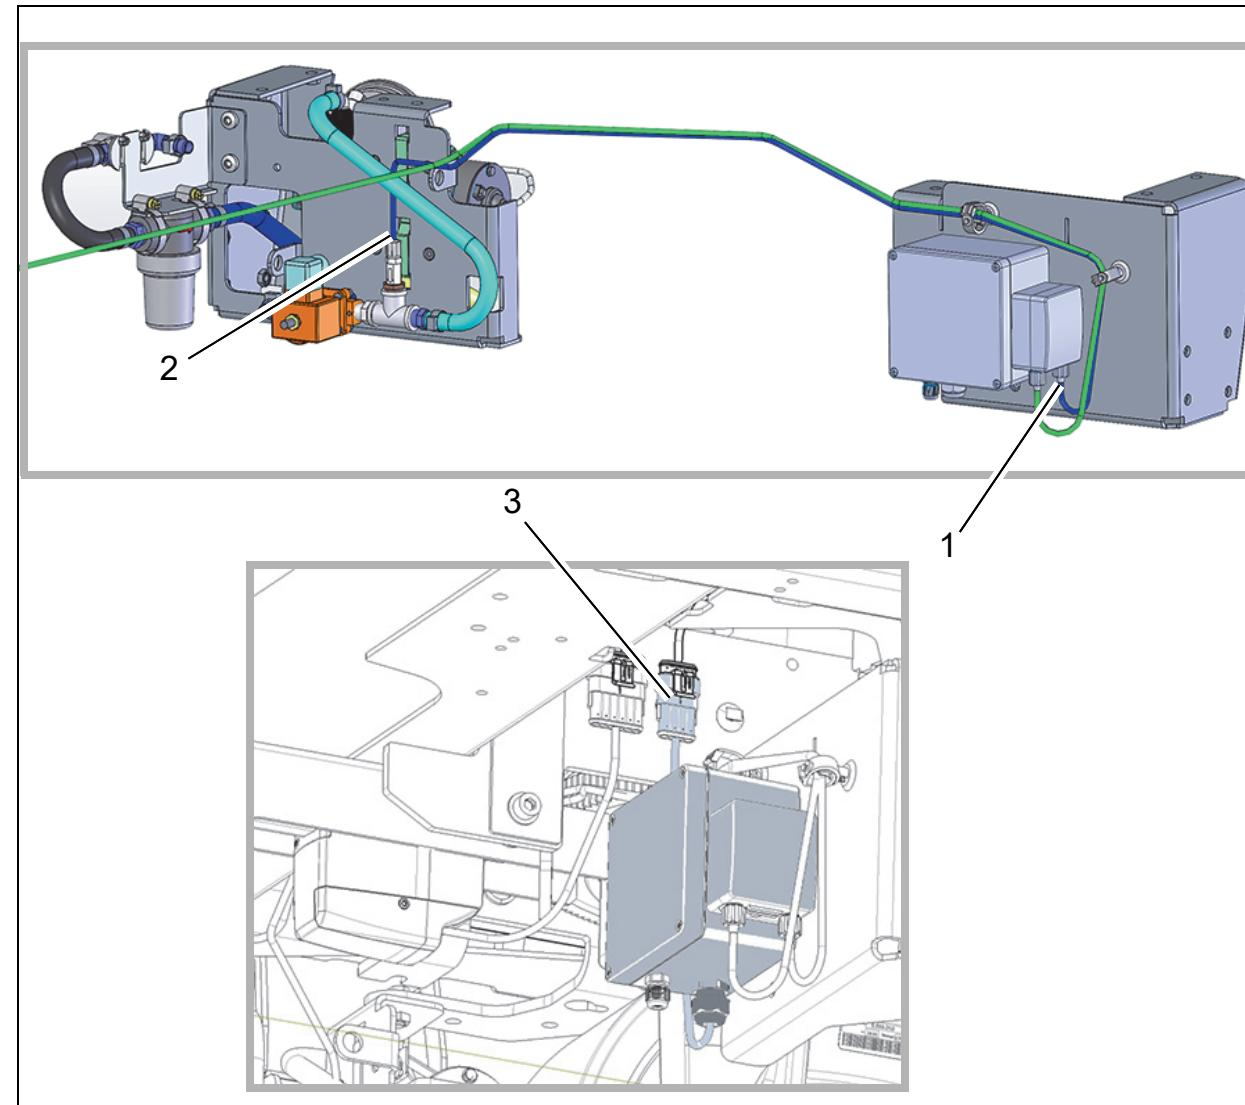

Abb. 6
1. Den 1175 mm langen Dosierschlauch (blau dargestellt) an dem rechten Anschluss der Dosierpumpe anschließen (Abb. 6/1).
2. Dosierschlauch entlang des grün dargestellten Schlauchs bis zum Rückschlagventil führen und dort anschließen (Abb. 6/2).